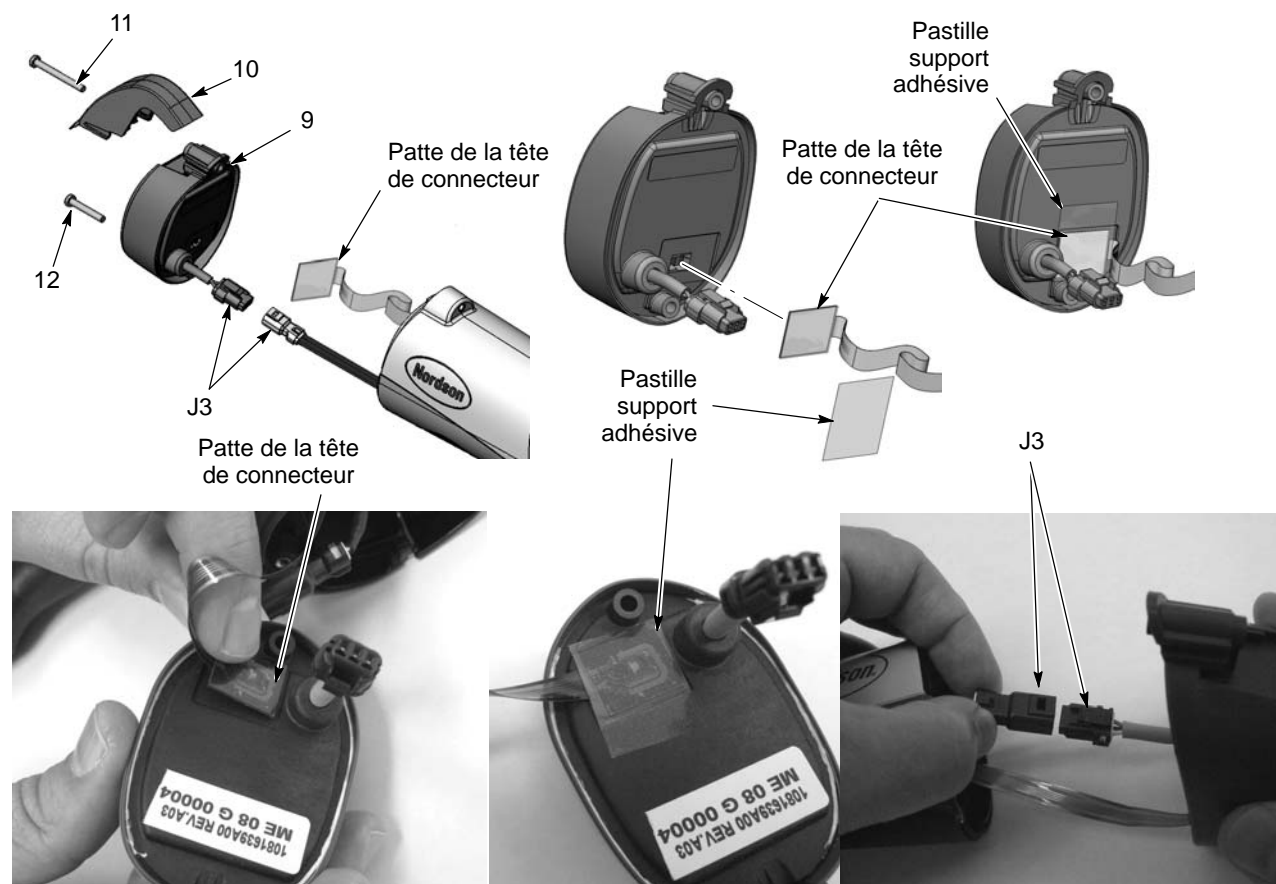

Fig. 5-1 Remplacement du module d'affichage
Voir les figures 5-1, 5-3 et 5-4.
Voir les figures 5-1 et 5-2.
1. Voir la figure 5-1. Retirer le module d'affichage en suivant la procédure décrite dans la partie *Remplacement du module d'affichage*.